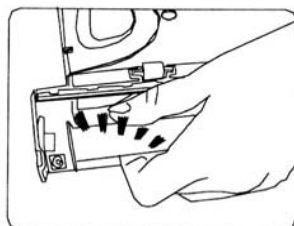

Fig. 14
6. Separe el cepillo del cojinete y deslícelo por debajo de la correa para removerlo. (Fig. 14).
7. Inserte el cepillo nuevo colocando primero el extremo opuesto al de la correa en el cojinete. (Fig. 14).